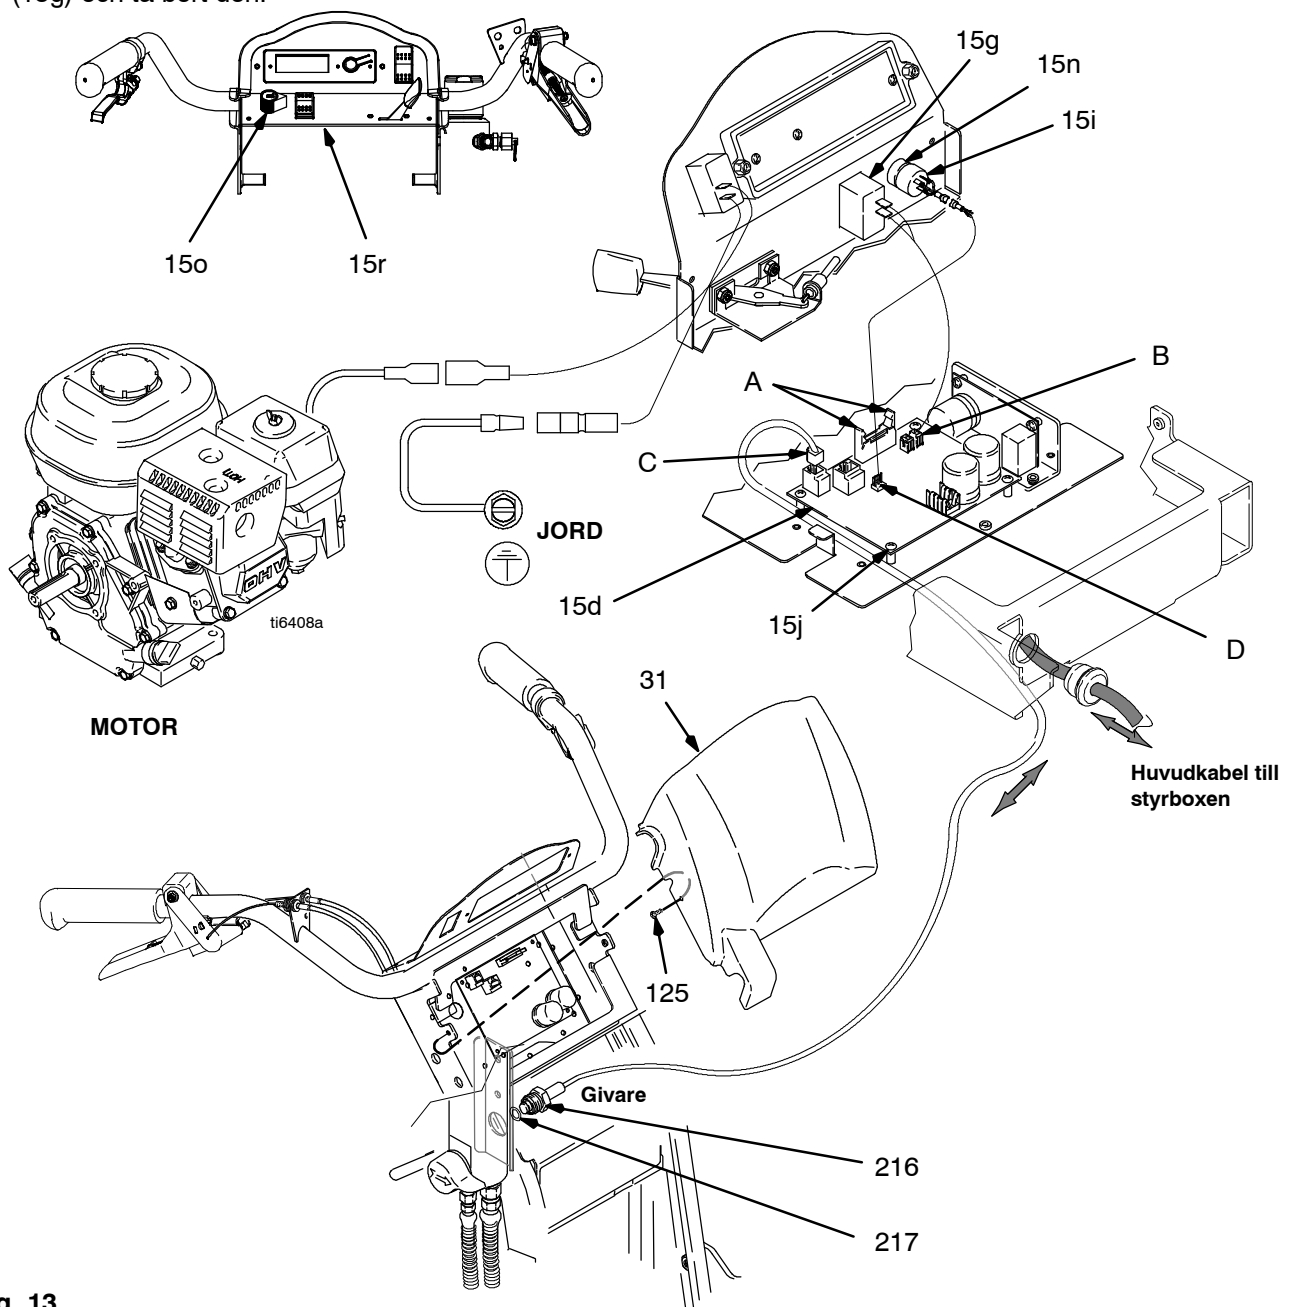

Fig. 13
2. Fig. 13. Skruva bort två skruvar (125) och fäll ner kåpan (31).
3. Öppna spärrflikarna (A) på kretskortkontakten och dra ur displaykontakten.
4. Koppla loss strömbrytarkontakten (B) från kretskortet.
2. Fig. 13. Skruva bort två skruvar (125) och styrkåpan (31). Öppna spärrflikarna på kretskortkontakten och dra ur displaykontakten
3. Fig. 13 och 21. Skriv ner hur eldningarna är kopplade på styrkortet. Lossa ledningarna från kortet (15d).
4. Fig. 13. Skruva bort fyra skruvar (15j) från styrkortet (15d).
1. Fig. 13. Montera styrkortet (15d) med fyra skruvar (15j).
2. Fig. 13 och 21. Titta på dina anteckningar och anslut ledningarna på styrkortet (15d).
3. Fig. 13. Tryck i displaykontakten på kortet och lås spärrflikarna. Montera styrkåpan (31) med två skruvar (125).
2. Fig. 13. Skruva bort två skruvar (125) och styrkåpan (31).
3. Lossa givarledningen (C) från styrkortet (15d).
4. Ta bort tryckgivaren (216) och o-ringen (217) från filterhuset (40).
1. Fig. 13. Montera o-ringen (217) och tryckgivaren (216) i filterhuset (40). Dra åt till moment 47–61 N.m.
2. Lossa givarledningen (C) från motorstyrkortet (15d).
3. Montera styrkåpan (31) med fyra skruvar (125).
3. Koppla loss potentiometerledningen (D) från styrkortet (15d).
2. Fig. 13. Montera tryckinställningspotentiometern (15i), axelmuttern, låsbrickan och potentiometeraxeln (15o).
3. Anslut ledningen (D) till motorstyrkortet (15d).
4. Montera styrkåpan (31) med fyra skruvar (125).